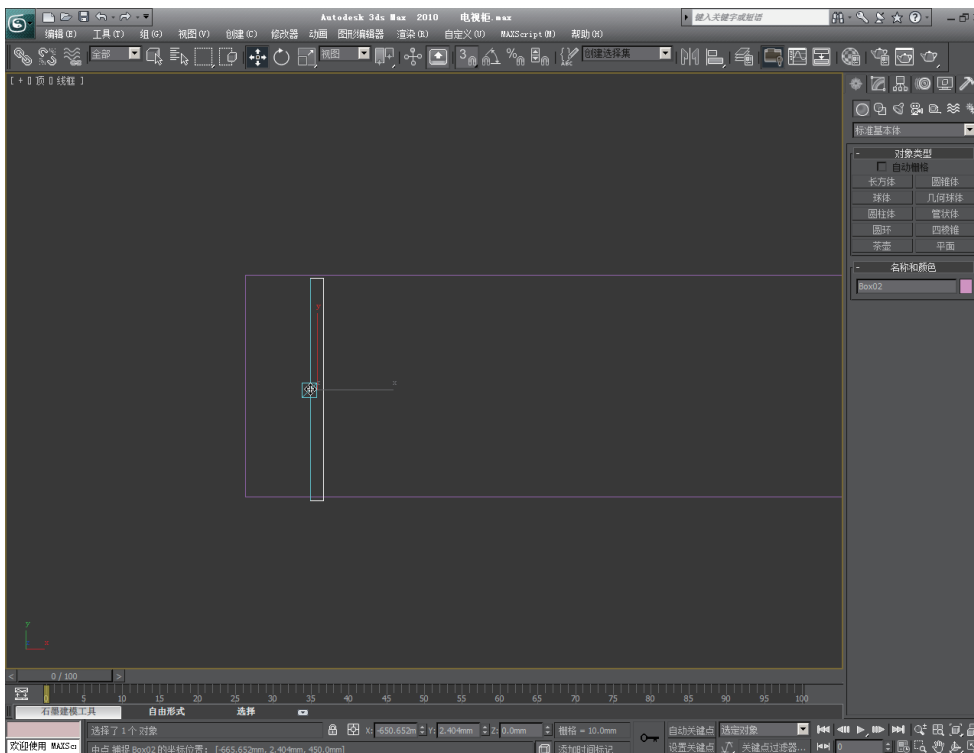

图2-5 轴向锁定的状态
② 捕捉工具设置好后，先在顶视图中将桌腿与桌面的左边缘中心对齐，也就是两个物体的垂直边沿Y轴中心对齐。其具体步骤为：按X键锁定轴向，再按F6键控制Y轴。轴向锁定的状态如图2-5所示。